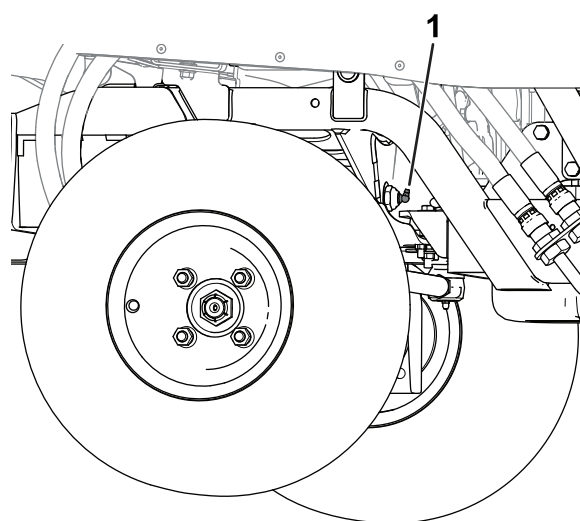

Figura 46
- Pasador de giro del eje (Figura 46)